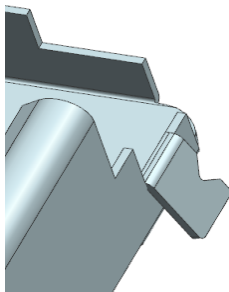

图 2-88 创建折弯特征
(5) 在“折弯”对话框中，在“角度”文本框中输入 70，“内嵌”下拉列表框中选择“+折弯中心线轮廓”，设置“折弯止裂口”为“圆形”，“宽度”为 1.5。单击  按钮，创建折弯特征，如图 2-88 所示。